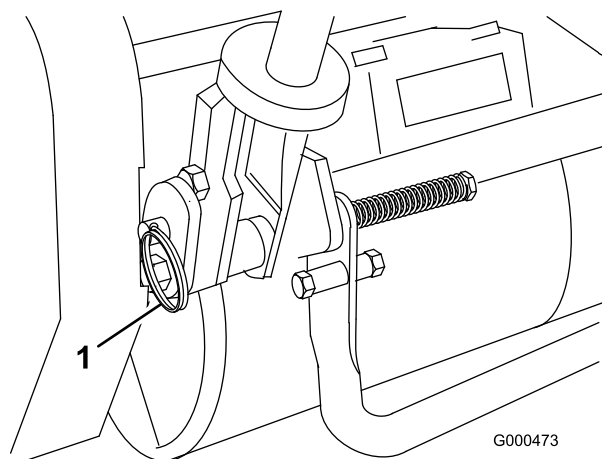

Figura 6
- Retire o pino manilha do gancho de anel em cada lado do cortador (Figura 6).